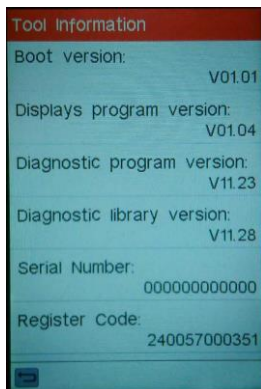

Abbildung 7-6
8. Dies ist die Registrierungscode-Nummer für die Eingabe bei Schritt 4. (Abbildung 7-6)